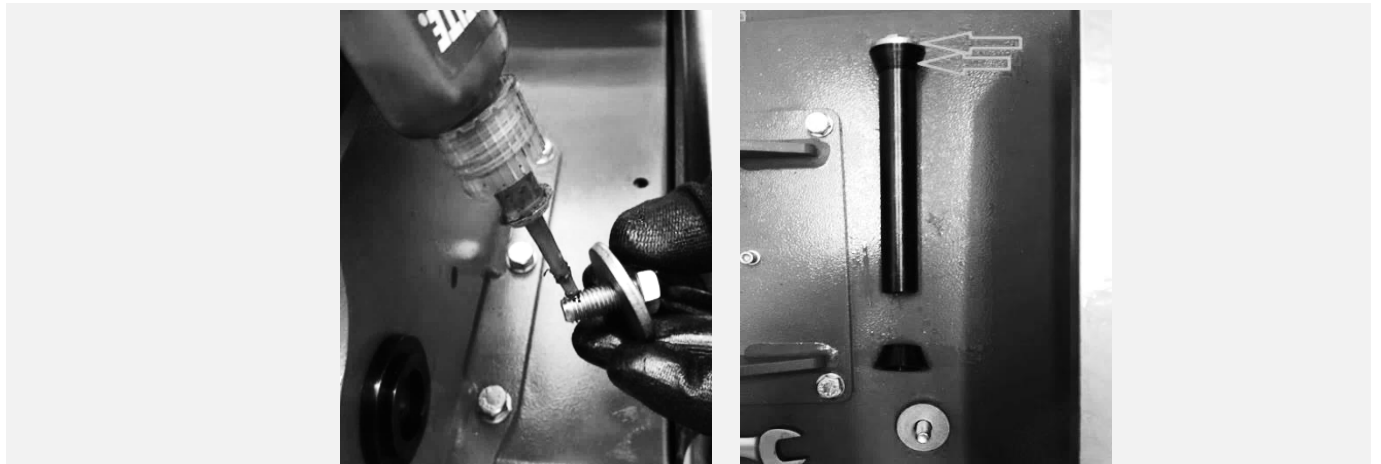

Рисунок 9
7.4.4 Подготовить ось колонны к установке. Для этого установить с одной стороны оси болт, плоскую шайбу и конусную шайбу. (см. Рисунок 9).